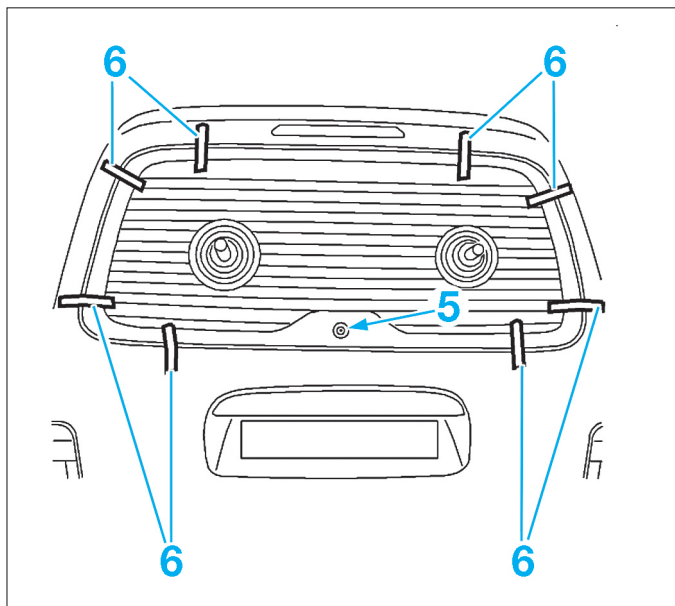

FIG. 9
Prendre soin de centrer la vitre par rapport au moteur de l'essuie-vitre en (5) (Fig.9).
- Poser les rubans adhésifs de centrage (6).